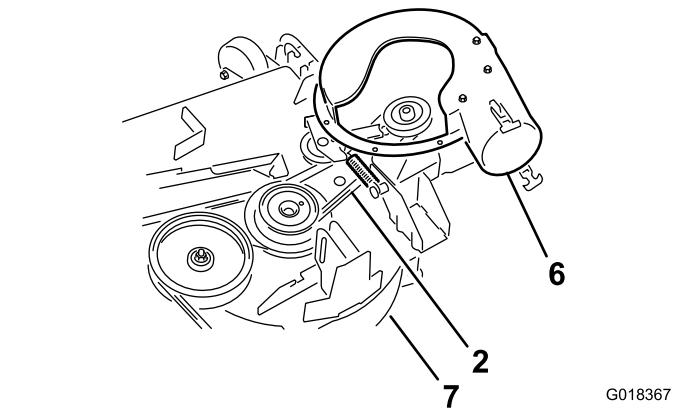

Figura 16
3. Enrute la correa por debajo de la polea tensora (Figura 16).
4. Retire la correa de la polea motriz (Figura 16).
1. Coloque la correa del soplador alrededor de la polea del soplador (Figura 16).
4. Enrute la correa provisionalmente por debajo de la polea tensora (Figura 16).
5. Pase la correa alrededor de la polea motriz (Figura 16).
7. Aparte la polea tensora tensada con muelle de la clavija fija del muelle, y pase la correa alrededor de la polea tensora (Figura 16).